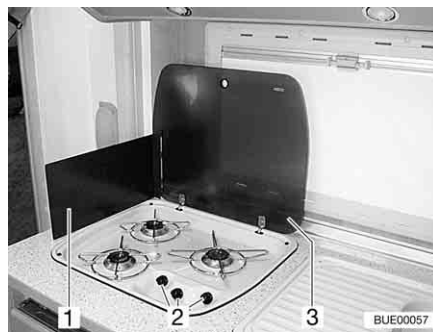

Fig. 184 Réchaud à gaz
- Ouvrir le couvercle du réchaud à gaz (Fig. 184,3).
- Selon le modèle, relever l'écran pare-flammes (Fig. 184,1) ou le mettre en place.
- Tourner le bouton tournant (Fig. 184,2) du brûleur désiré en position d'allumage (grande flamme).